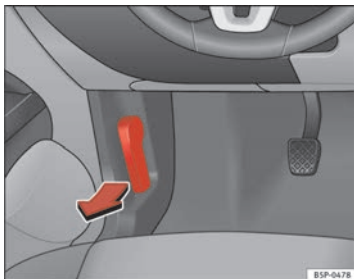

Abb. 161 Ausschnitt aus dem Fußraum auf der Fahrerseite: Entriegelungshebel für die Motorraumklappe
- Ziehen Sie den Hebel unter der Instrumententafel ⇒ Abb. 161 in Pfeilrichtung. Die Motorraumklappe wird durch Federwirkung entriegelt ⇒ ⚠.